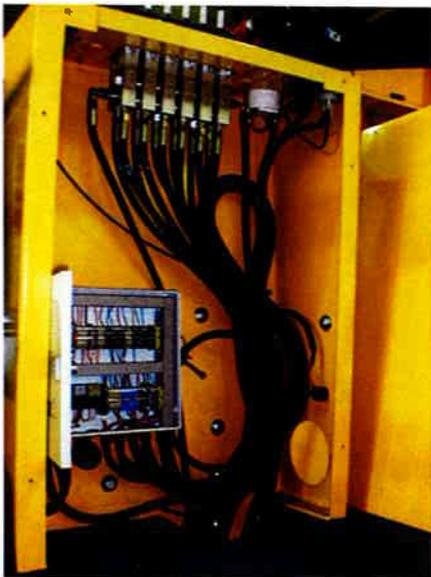

Bild 1
- Die Sicherungen und Relais der elektrischen Anlage befinden sich in einem Schaltkasten innerhalb des Bedienpultes. Dazu muss die Deckplatte des Bedienpultes entfernt werden. (Bild 1)